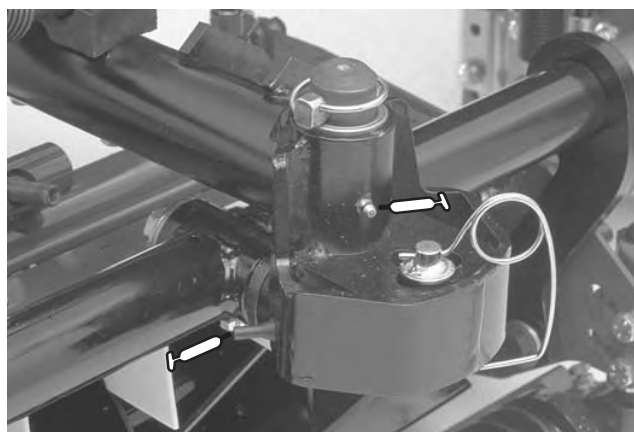

Bild 36
- Mähwerkträgerrahmen und Drehbüchsen (2 Stück) (Bild 36)